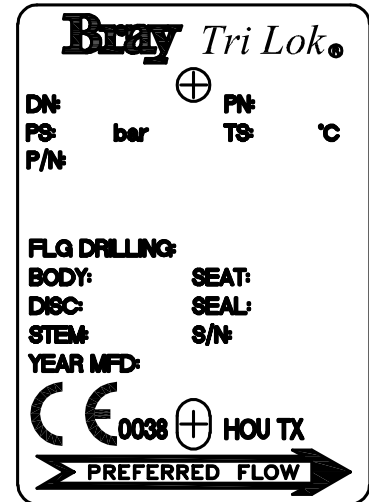

Abb. 1 - Typenschild
- 12.1 Alle Tri Lok-Armaturen (EU-Version) sind mit einem Typenschild versehen (**Abb. 1**), das die folgenden Angaben enthält: